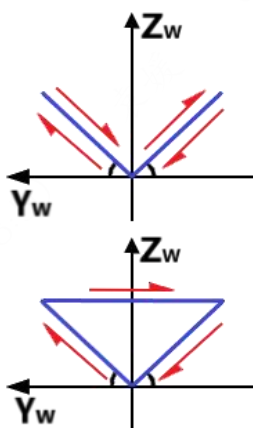

图 3-21 左/右仰角示意图
(13) 左/右仰角：摆动的左/右平面与焊枪工具 Z 轴方向垂直平面的夹角，如下图 3-21 所示。注意，范围：-90-90。当类型为 V 时候，角度设置成 0 度，机器人在单平面摆动。当类型为三角时候，两个角度之和不能为 0、180、-180。